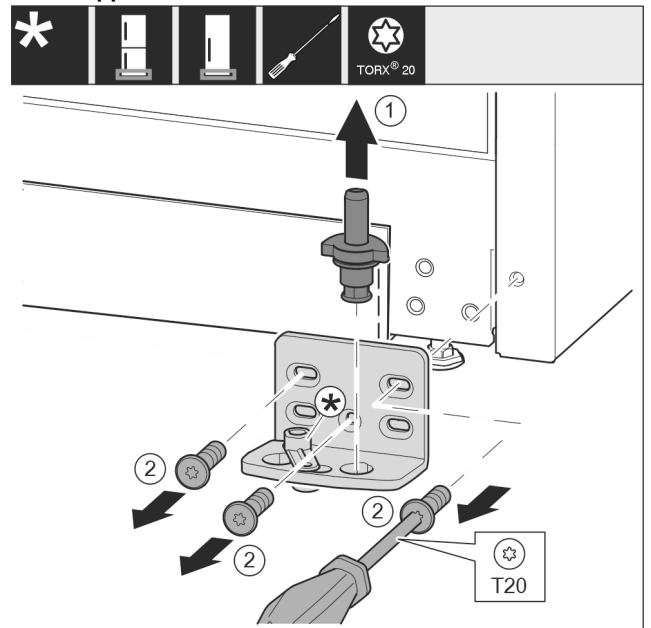

Fig. 10
- ▶ Lagerbouten compleet vanaf de bovenkant eruit trekken. Fig. 10 (1)
- ▶ Schroeven met schroevendraaier T20 eruit draaien en de lagerbus eraf halen. Fig. 10 (2)